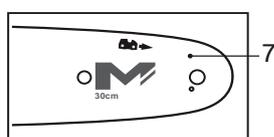

Fig. 1
- > Enflez la fente du guide-chaîne [7] sur le boulon [10]. Attention: le guide-chaîne [7] doit être monté avec l'icône de lame de scie orientée vers le haut (Fig. 1).